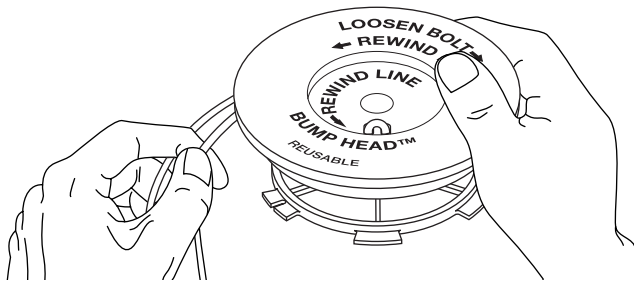

Fig. 16
9. Bobine la línea en capas parejas y ajustadas en la dirección indicada en el carrete interior (Fig. 16).
11. Inserte los extremos de la línea a través de los ojalillos de la bobina exterior y coloque el carrete interior con el resorte dentro de la bobina exterior (Fig. 16). Empuje el carrete interior y la bobina exterior entre sí. Mientras sostiene el carrete interior y la bobina exterior, tome los extremos y tire con firmeza para soltar la línea de las ranuras de fijación de la bobina.